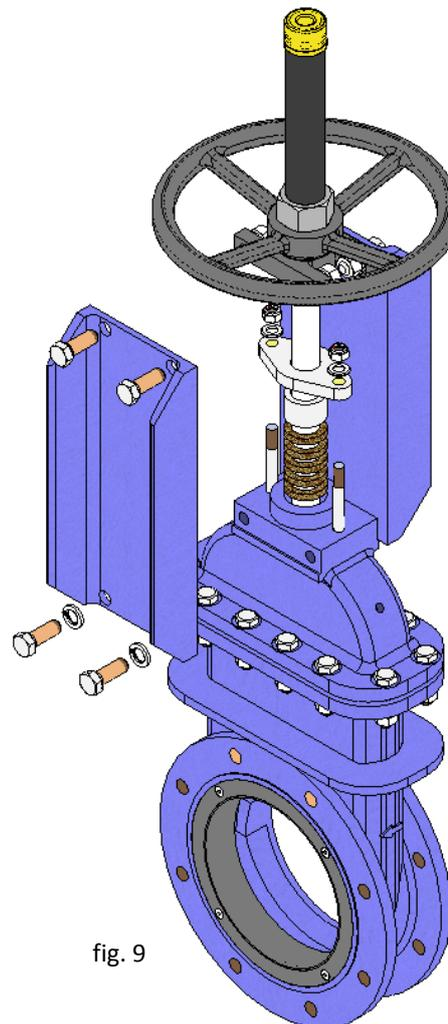

fig. 9
3. Même si cela n'est pas obligatoire, pour plus de confort et d'espace pour travailler, il est conseillé de lâcher une plaque support (8) comme indique la fig. 9.
4. Lâcher les écrous et élever sur la vis la bride presse-étoupe (4) et la douille presse-étoupe (5).
5. Extraire l'ancien bourrage (6) à l'aide d'un outil pointu, en veillant à ne pas abîmer la surface de la vis (7).
6. Nettoyer soigneusement la boîte du bourrage en s'assurant d'éliminer tous les résidus pour que les nouvelles bandes de bourrage (6) se fixent correctement.
7. Introduire le nouveau bourrage (6). Pendant cette opération, il est très important que les deux extrémités soient parfaitement raccordées. Nous indiquons ci-dessous les dimensions du bourrage (tableau 5).
8. Placer la douille presse-étoupe (5) et la bride presse-étoupe (4) à leur emplacement d'origine, en veillant à ce qu'elles ne touchent pas la vis (7), serrer soigneusement avec les vis, de façon croisée, en s'assurant qu'il existe la même distance entre la bride presse-étoupe (4) et la vis (7) sur tout le tour. Monter à nouveau la plaque support (8).